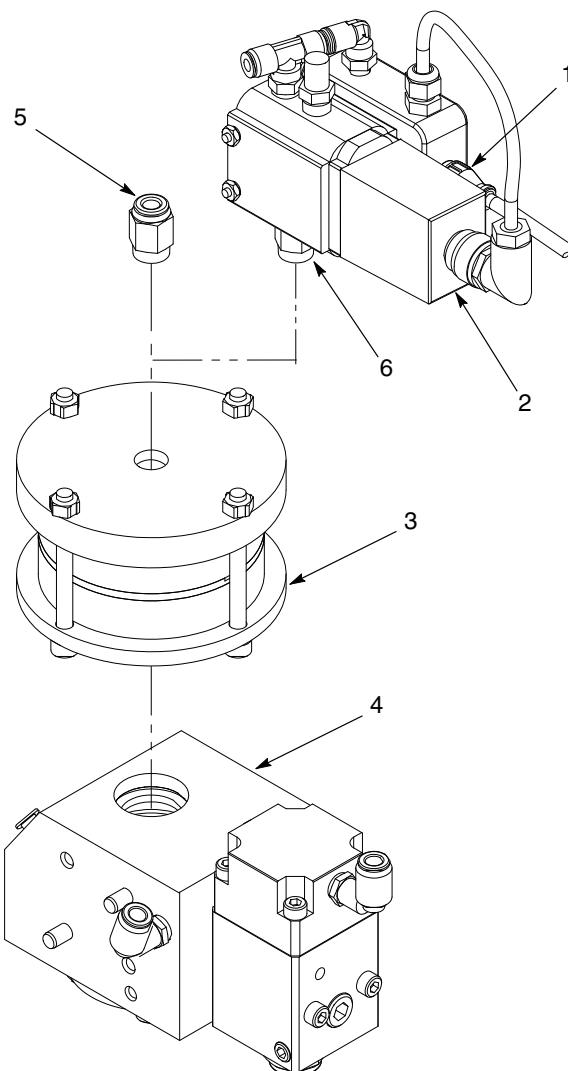

Рис. 9 Замена узла пневмоцилиндра
- См. рис. 9. В зависимости от конфигурации регулятора CP II выполнить одну из следующих операций: